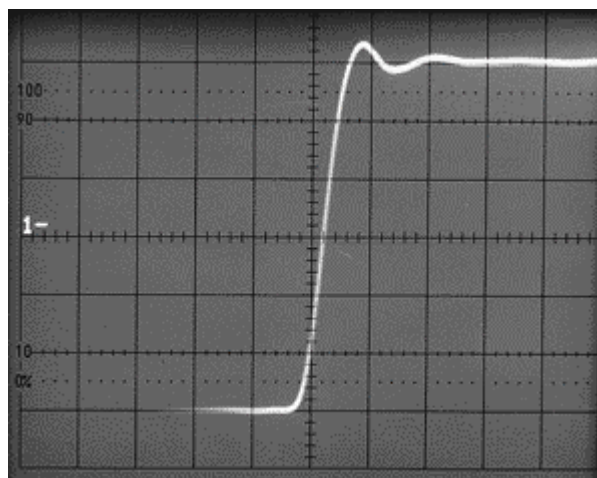

Figura 51: Exemplo de um impulso ([Fluke, 1997b])
Em muitas aplicações, é necessário analisar a forma de impulsos de tensão (Figura 51). A sua forma pode determinar o bom ou mau funcionamento de um circuito ou pode permitir extrair determinadas características de um circuito (a resposta a um impulso ou a um degrau permite determinar a função de transferência de um circuito).
- Comando de ajuste contínuo do ganho (escolhendo *VAR ON* e ajustando em *VOLTS/DIV*, na Figura 36, ou 14 e 15 na Figura 2). Por variação contínua do ganho, podemos colocar os limites superior e inferior do impulso dentro das linhas de 0% e 100%. Depois, é só medir o intervalo de tempo que vai desde a intersecção do impulso com a linha de 10% e a intersecção do impulso com a linha de 90%. Note-se que na Figura 51 era necessário ajustar o ganho vertical, de modo a que os limites do impulso coincidissem com as marcações de 0% e 100%.